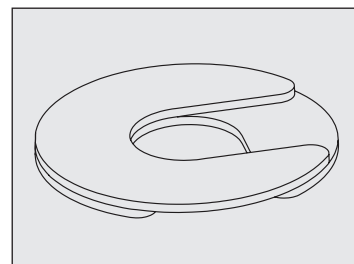

Fig. 10. Instale vários calços, com as aberturas deslocadas em relação uma à outra.
- Se usar mais de um calço, certifique-se de que suas aberturas fiquem deslocadas em relação uma à outra. Veja a Fig. 10.
- **NÃO** use mais de quatro (4) calços em um rodízio.